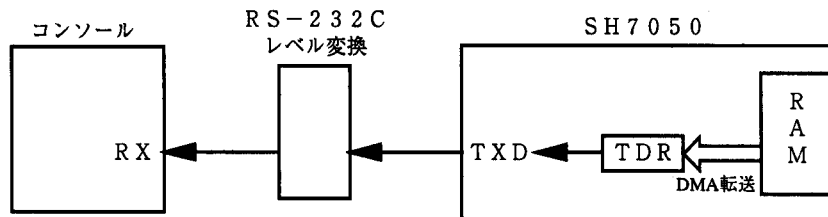
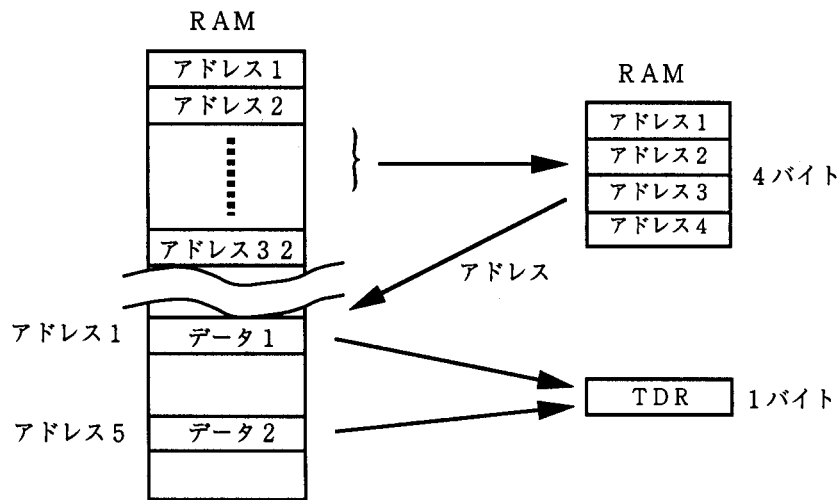

図1 SH7050によるRAM上データのSCI転送ブロック図
図2 DMACを用いたデータ転送(転送元間接アドレス)
- (1) 図1に示すように、SH7050のSCIを調歩同期式モードで使用し、コンソールに32バイトのデータを送信します。
- (2) 転送プロトコルは9600bps、8ビットデータ、1ストップビット及びノンパリティとします。
- (3) RAMからTDRへのデータ転送は図2に示すようにDMACの間接アドレス転送モードを使用し、CPUによるデータのライト時にユーザブレイク割り込みでDMACを起動し、以下に示すようなデータ転送を行います。
- (4) DMACの転送条件は表1に示す通りです。